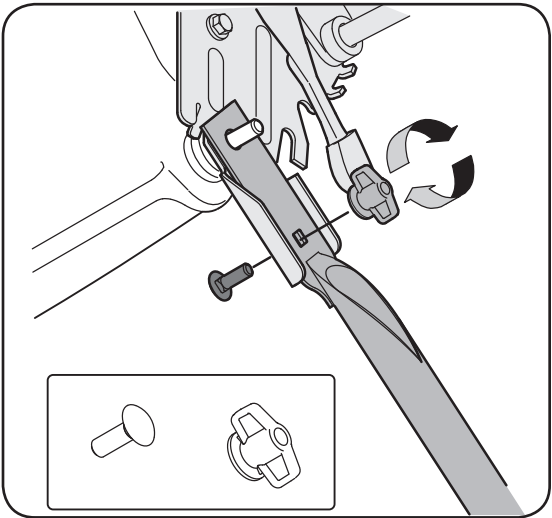

Figure 3-2
a. Enlevez les goupilles fendues placées dans le trou extérieur des goupilles soudées sur les supports de montage du guidon. Placez les goupilles fendues dans le trou inférieur. Voir la Figure 3-2.
b. Placez un boulon ordinaire (dans le sachet de boulonnerie fourni avec la machine) dans le trou supérieur du support de montage de droite du guidon, en procédant de l'intérieur vers l'extérieur. Voir la Figure 3-2. Maintenez-le en place avec un écrou à oreilles en plastique (boutons en forme d'étoile). Répétez de l'autre côté.